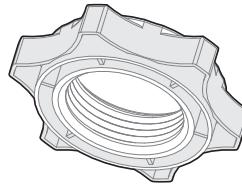

Fig.3
4. Fije el cuerpo del ventilador en la base con la tuerca plástica. (Ver Fig. 3)